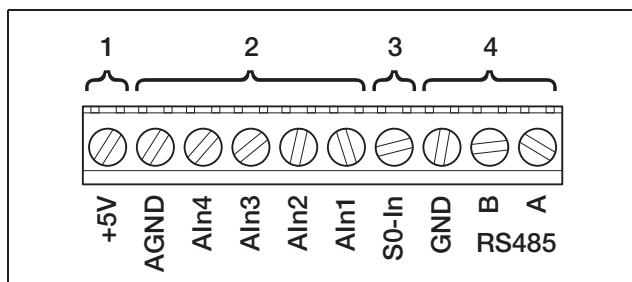

Abbildung 57: Kabelklemme
- Schließen Sie die Leitungen entsprechend der Anschlussbelegung (Abbildung 57 und Tabelle 7) an der Klemme an.
Auf der Klemme für analoge Schnittstellen (Abbildung 57) befinden sich Anschlüsse für die serielle **RS485-Schnittstelle**. Über RS485 können, abhängig von den benutzten Wechselrichtern, bis zu 200 Wechselrichter vernetzt werden, siehe Tabelle 8.
- Schließen Sie die Leitungen entsprechend der Anschlussbelegung (Tabelle 7) an der Klemme (4 in Abbildung 57) an.